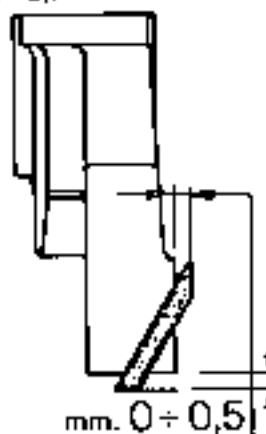

Fig. 15 - Montaggio delle guarnizioni sui supporti di banco
- Tagliare le guarnizioni di gomma montate sui supporti esterni, in modo che sporgano di mm. $0 \pm 0,5$ (Fig. 15).